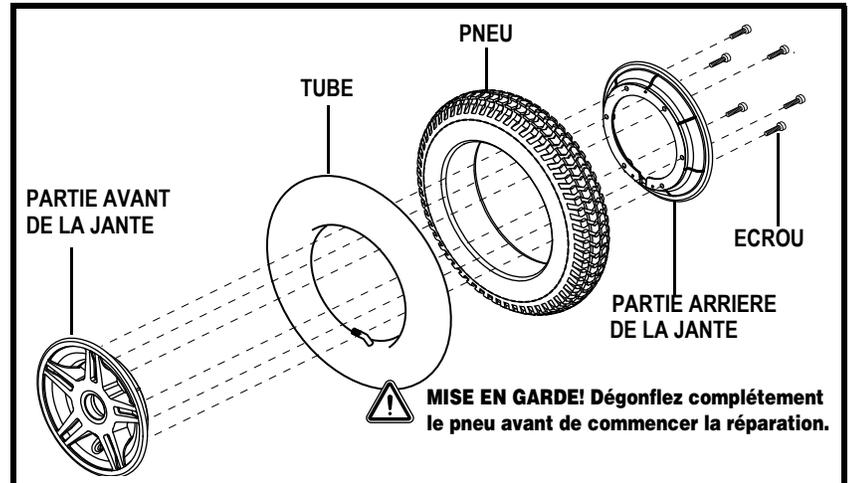

Figure 23. Roue motrice démontée
6. Retirez les vis d'assemblage de la jante pour en séparer les deux parties. **Voir la figure 23.**